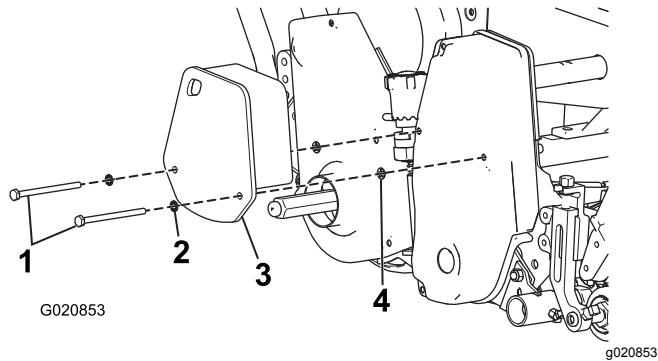

Figura 21
- Tosaerba Greensmaster 1000/1600 – montate il carter con i bulloni superiori e inferiori rimossi in precedenza, la zavorra e i nuovi dispositivi di fissaggio, come mostrato in **Figura 21**. Utilizzate i fermi del dispositivo di fissaggio come previsto dalle leggi locali.